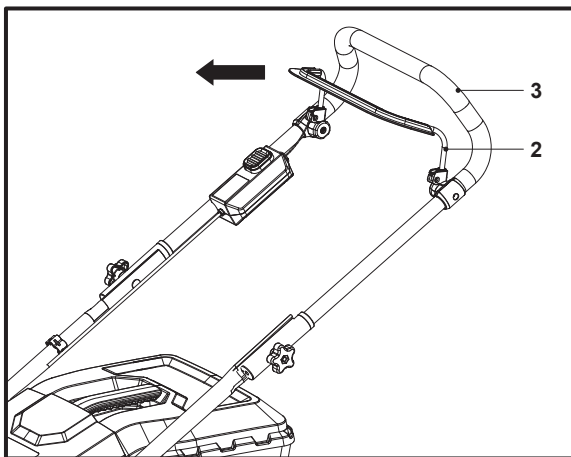

Fig. 17
1. Relâcher le levier de démarrage (2) pour arrêter la tondeuse à gazon (Fig. 17).